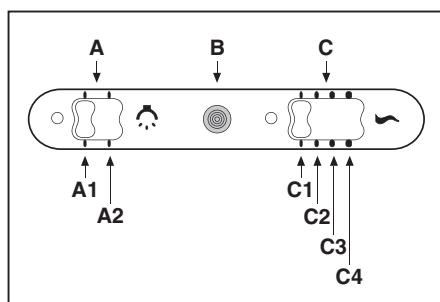

Fig.7
• Comandi Slider (Fig.7) la simbologia è di seguito riportata: